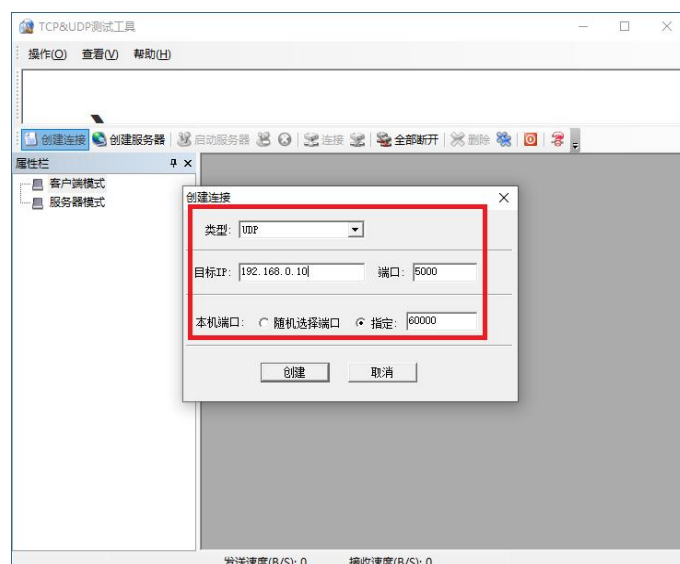

图 9-8 UDP 模式设置
(2) 将电脑IP设置为192.168.0.1，打开“TCP&UDP 测试工具”，创建连接，模式选择UDP，其他参数设置如图 9-8 所示。